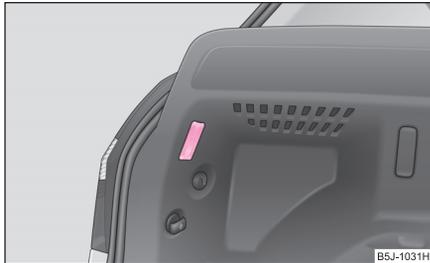

Abb. 184 Gepäckraumleuchte ausbauen
- Setzen Sie einen Schraubendreher in den Schlitz unter der Leuchte ein ⇒ Abb. 184. Leuchte vorsichtig heraushebeln.